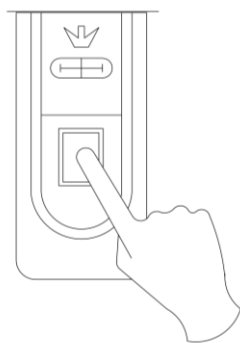

Рис. 6.
2.1. Блок управления расположен на котле. (Рис. 6.)